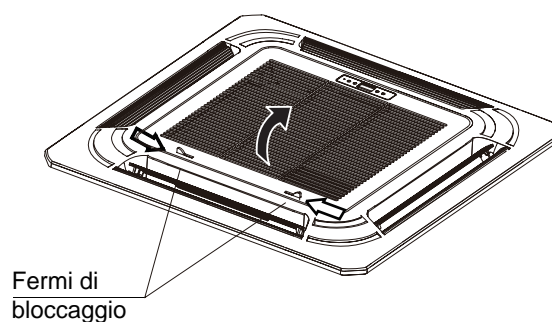

Fig. 3.12
(1) Premere contemporaneamente i due fermi di bloccaggio della griglia, per sollevarla (Fig. 3.12).